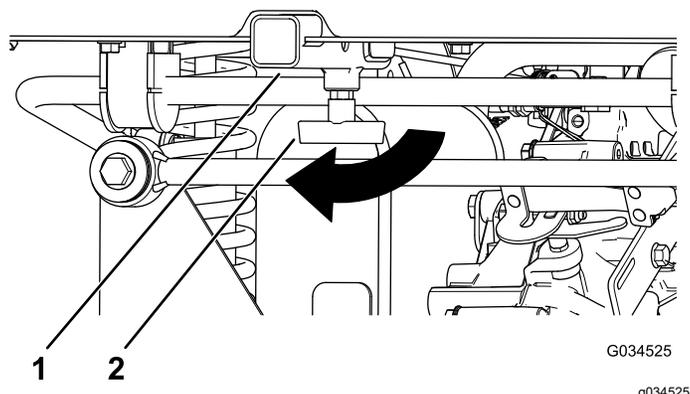

図 18
1. T 字ハンドルを右に回してゆるめる 図 18。
まで押し込む 図 18。